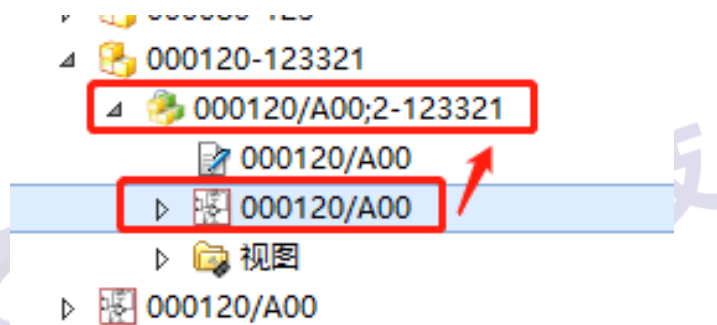

图 3
3.因此，当数据集与版本一一对应时，可以通过该属性找到相关联的版本，且无论数据集以什么关系与版本关联，都可以使用这个属性找到版本（如图 3）。